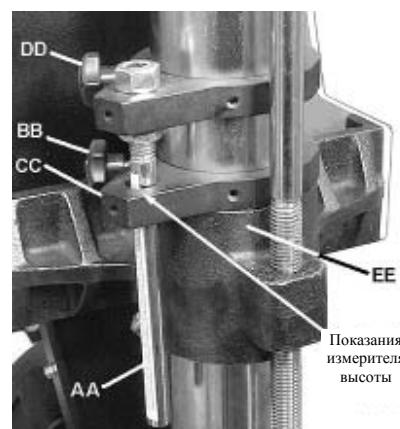

Рис. 12
Опустите кронштейн измерителя (CC, Рис. 12) вниз так, чтобы он упирался в кронштейн стола (EE). Поднимите конвейерный стол до соприкосновения со щеткой. Ослабьте стопорный винт (DD) и переместите кронштейн так, чтобы установить положение «0» на шкале измерителя.